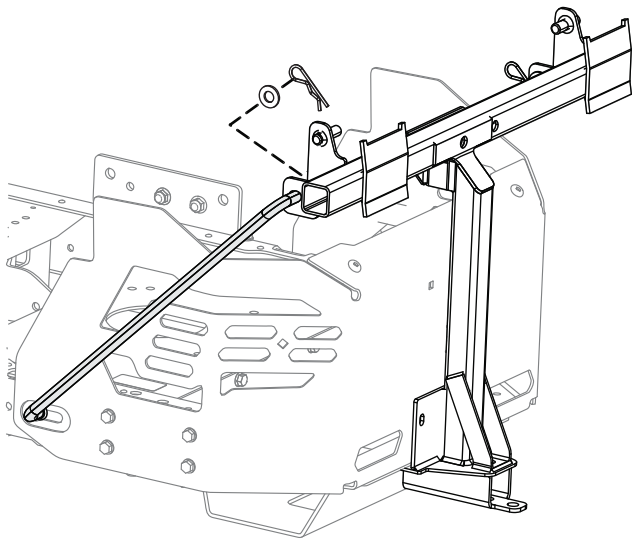

Figura 17
7. Installate l'estremità curva e svasata di un'asta nella scanalatura sagomata presente sul lato sinistro del telaio della macchina e spostate l'asta indietro per inserirla in posizione nel telaio (Figura 17).
8. Inserite le estremità curve delle aste nel supporto dell'attrezzo come illustrato nella Figura 17 e fissate l'estremità di ciascuna asta con una rondella e una coppiglia.